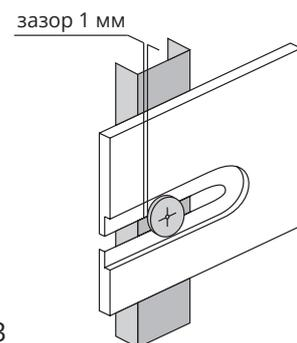

Рис. 3
4. Панели и аксессуары нельзя жестко фиксировать. Между шляпкой и панелью должен оставаться зазор 1 мм (рис. 3) – это необходимо для свободного движения панели при возможных тепловых расширениях/сжатиях.